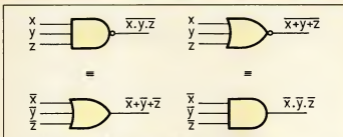

Figure 5. Les équations 9 et 10 (théorèmes de De Morgan) impliquent les équivalences ci-dessus.
On remarquera que les deux dernières relations dérivent des théorèmes de De Morgan étendus à trois variables. En figure 5 on a représenté les circuits équivalents pour (9) et pour (10) : en pratique on choisira toujours la solution la plus économique ou celle faisant intervenir, par exemple, le maximum de portes NAND ne serait-ce que pour minimiser le nombre de composants différents. Notons que dans une telle perspective, on obtiendra le complément d'une variable avec une porte NAND ce qui évitera l'utilisation de circuits intégrés renfermant de simples inverseurs.